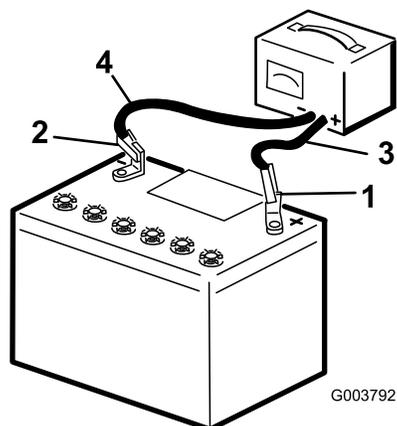

Рисунок 31
3. Заряжайте аккумулятор в течение 10-15 минут током 25-30 Ампер, или 30 минут током 4-6 Ампер (Рисунок 31). Не допускайте избыточного заряда аккумулятора.
4. После полного заряжения аккумулятора отсоедините зарядное устройство от электророзетки и штырей аккумулятора (Рисунок 31).